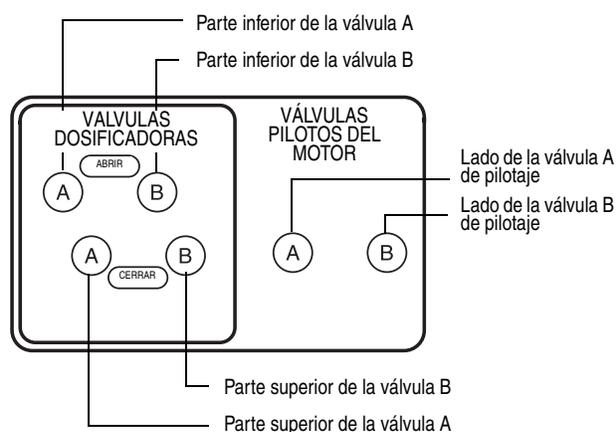

FIG. 6: Caja de control – parte inferior
3. Corte el tubo de la línea de aire (incluido) a la longitud necesaria para conectar las válvulas dosificadoras (601) a las salidas de los solenoides. FIG. 3, páginas 10, y FIG. 6.
6. Conecte las líneas de fluido (suministradas por el encargado de la instalación) entre las bombas y las válvulas dosificadoras (601).
7. Conecte la manguera del material mezclado a la salida (E) del colector de mezcla del fluido (607).
8. Corte el tubo de la línea de aire (incluido) a la longitud necesaria para conectar las válvulas dosificadoras (601) a las salidas de los solenoides. FIG. 3, páginas 10, y FIG. 6, página 13.